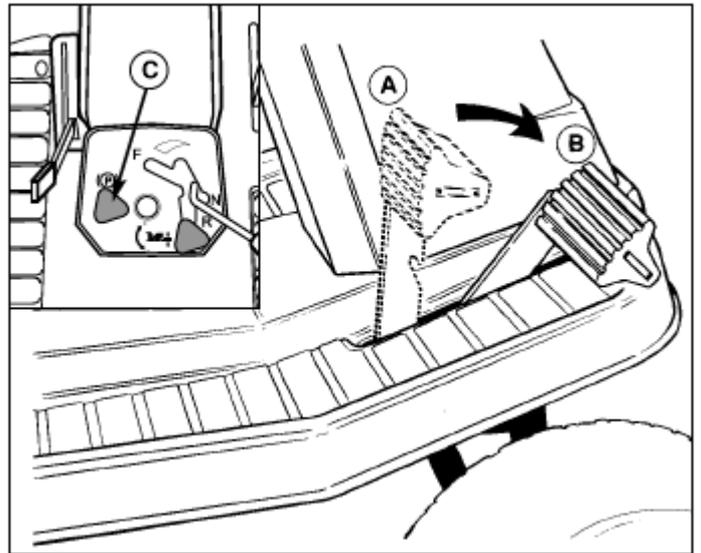

図2 ブレーキペダル
1. 図2のAの位置からBの位置までペダルを踏み込むと、トランスミッションドライブが開放され、走行速度調節レバーがニュートラルの位置に戻ります。Bの位置に完全にブレーキを踏み込むと芝刈機は停止します。
2. 図2のBの位置までペダルを踏み込んで、パーキングブレーキノブ(C)を引っ張り、踏み込んでいたペダルを離すとパーキングブレーキが機能します。